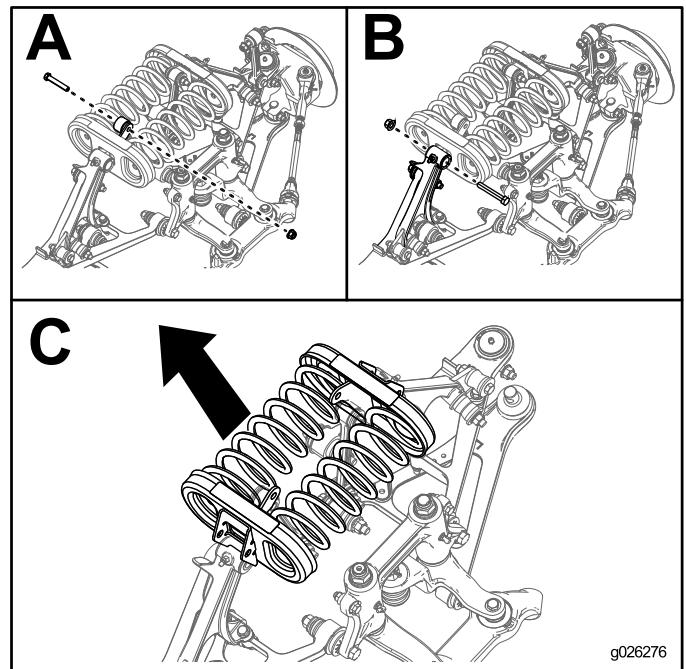

Bild 20
5. Entfernen Sie die Schrauben und Muttern vom Ende jedes Stabilisatorlenkers (A in Bild 20).
6. Entfernen Sie die Schrauben und Muttern vom Steuerarm, mit dem jede Federwiege befestigt ist (B in Bild 20).
7. Nehmen Sie die Federwiegen und Federn von der Maschine ab (C in Bild 20).